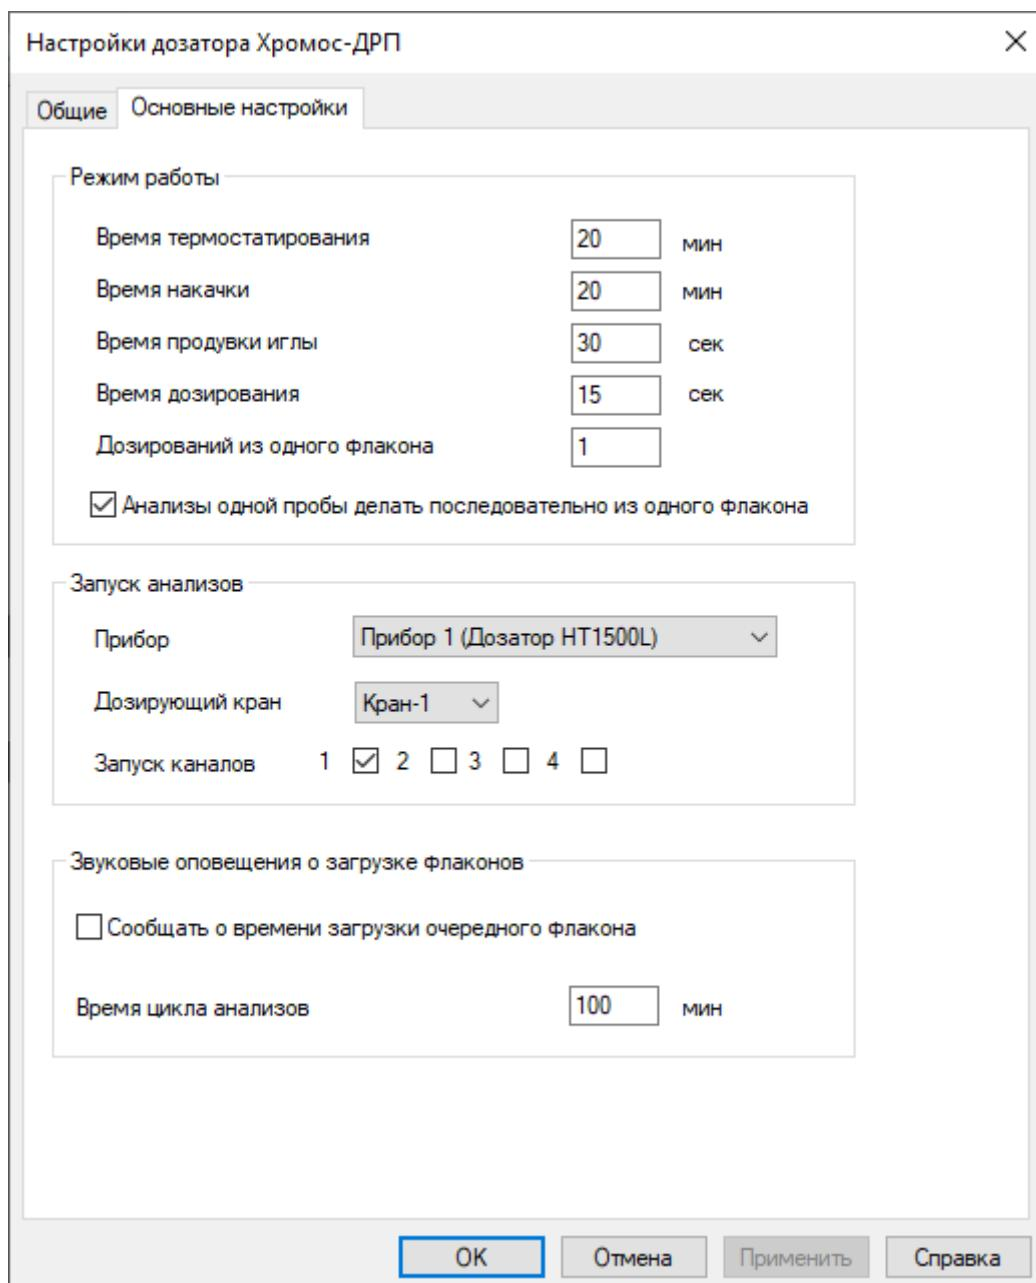

Рис. 82: Окно «Установки прибора ДРП-А > Основные настройки»
1. В окне *Установки прибора ДРП-А* перейдите на вкладку *Настройки* (Рис. 82).